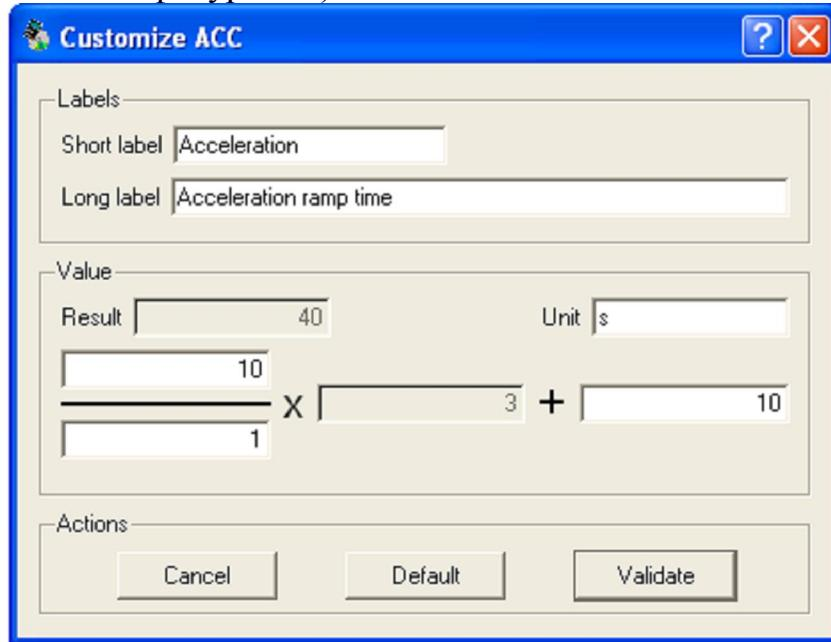

Рис. 2.9 Окно пользовательских параметров *Customize*
Окно пользовательских параметров *Customize* (рис. 2.9) вызывается щелчком по имени параметра в столбце *Short label* или *Long label*.
- заменить имена выбранных (до 15) параметров (короткое и длинное) на более удобное для пользователя (поля *Short label* или *Long label* на рис. 2.9);